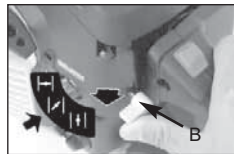

рис. 7F
8. Поверните рычаг воздушной заслонки (В) в M|I (HALF) положение (наклон) и повторите шаг 7. (рис. 7F).